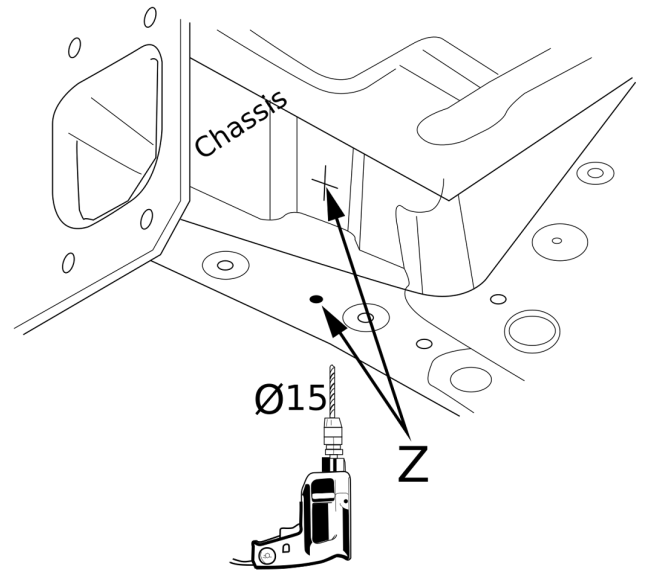

Fig. 2
4. Просверлить отверстия Z. на нижней стороне шасси диаметром 15. мм. См. рисунок 2.